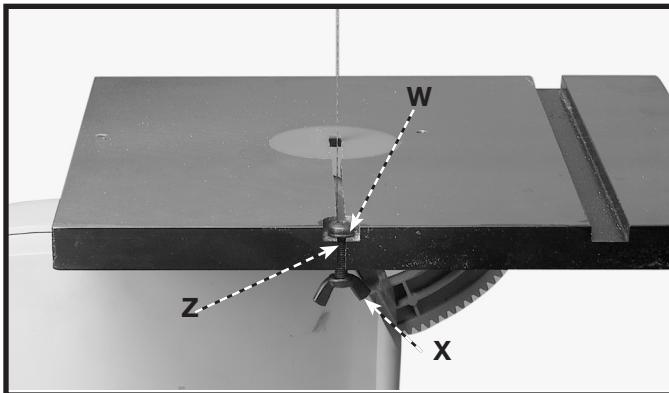

Fig. 17
- Retirer la vis d'arrêt, la rondelle et l'écrou papillon de la rainure de la table (consulter la fig. 17 pour les détails). Veuillez prendre soin de ne pas perdre ces pièces.
- Remettre la vis (W) fig. 17, qui a été retirée à l'**ÉTAPE 2**, dans le trou de la table. Enfiler une rondelle plate M6 (Z) sur la vis M6 x 30 mm puis visser l'écrou papillon M6 (X) sur la vis (W) et serrer solidement.